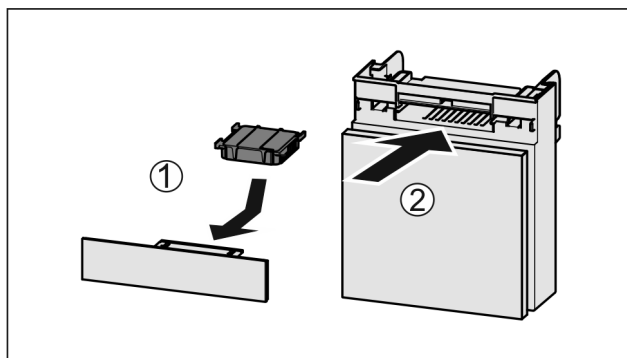

Fig. 171
- Sätt in Fig. 171 (1) aktivtkolfiltret enligt bilden.
- Skjut in Fig. 171 (2) lådan.